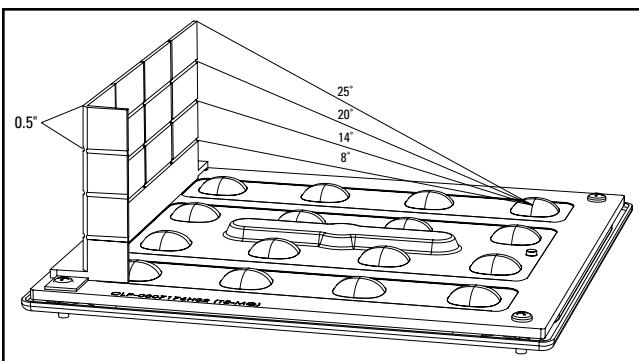
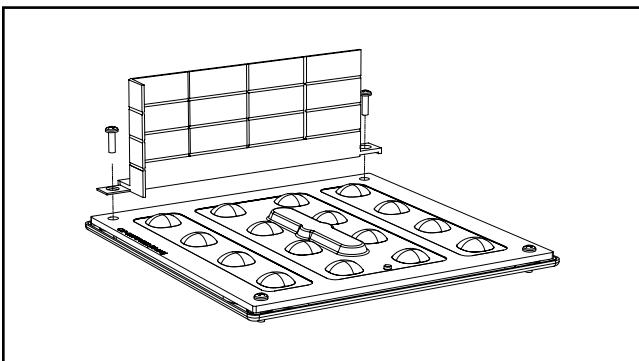

Figure 1.
Figure 2.
6. Avant de procéder à l'installation, calculez les dimensions d'écran requis, ajustez la hauteur et la largeur en découpant le long des sections rainurées (facultatif) (Fig. 1).
7. Retirez les quatre (4) vis fixant le luminaire carré et la garniture circulaire au luminaire.
8. Retirez la garniture circulaire et placez l'écran PFS à l'endroit requis sur le luminaire carré. (Fig. 2).